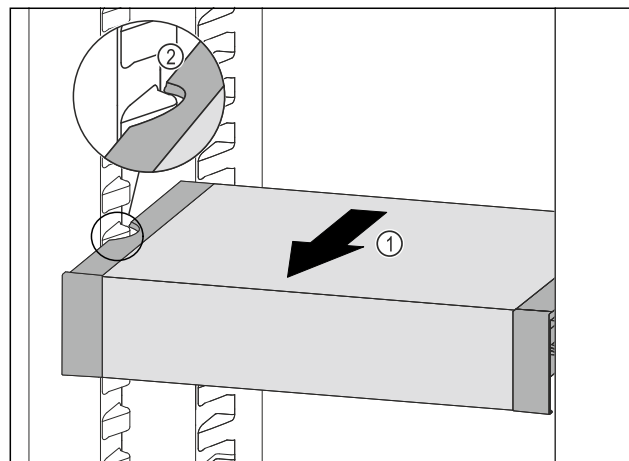

Fig. 123
- ▶ Tirer le VarioSafe vers l'avant Fig. 123 (1) jusqu'à ce que les encoches latérales du VarioSafe se trouvent au niveau de la nervure du bac dans la partie réfrigérateur.
- Fig. 123 (2)